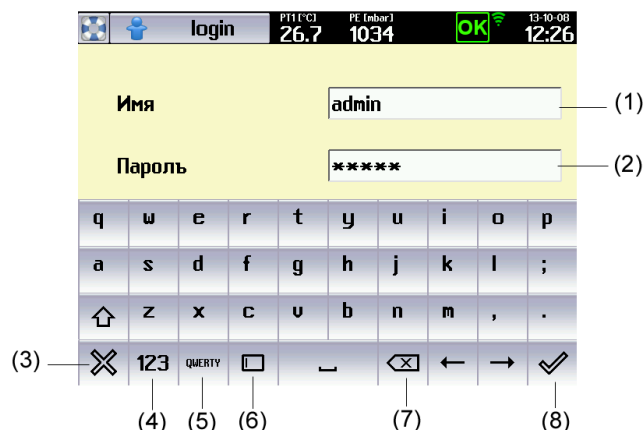

Рис. 11
- При вводе этого имени на русском языке необходимо использовать клавиатуру qwerty, см. Рис. 11